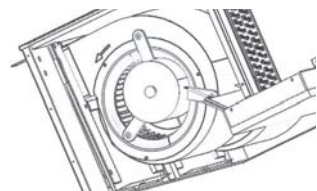

Рис. 8
- 2) Поддерживая узел под днищем, приподнимите его вверх, проводя по направляющим (Рис. 8).